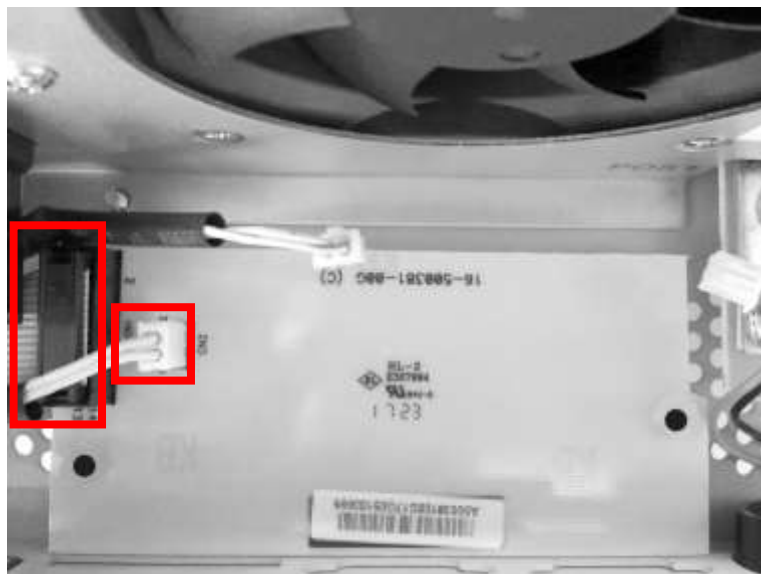

Abbildung 5: Stecker auf beiger Platine entfernen
- Lösen Sie die beiden Kabelstecker (14-Pin und 2-Pin) von der beigen Platine, wie in *Abb. 5* gezeigt. Achten Sie darauf, sie vorher zu markieren, damit sie später wieder richtig zusammengesetzt werden können.